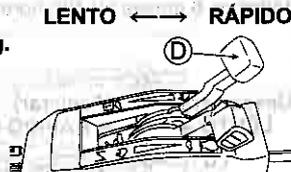

Fig. 19. (W721 / W721PRO)
- 5 Ajuste a velocidade de corte com a alavanca de velocidade (D). (Veja a fig. 19.)